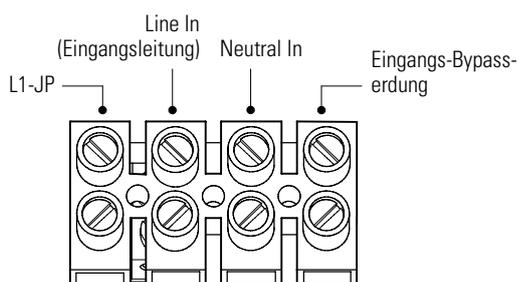

Abbildung 33. USV-Bypass-Eingangsklemmenleiste
10. Die Eingangs-Bypass- und Erdungsleitungen gemäß Abbildung 33 und Tabelle 2 an der Bypass-Eingangsklemmenleiste anschließen.